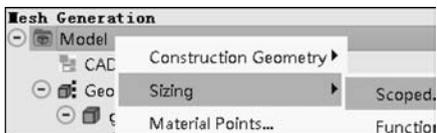

图 3.115 添加网格尺寸
(8) 如图 3.115 所示,右击 Model,选择 Sizing 中的 Scoped,此时会显示网格尺寸设置对话框,该对话框用于设置面网格的全局和局部尺寸。其中上方用于设置全局尺寸,如图 3.116 所示,设置最大尺寸、最小尺寸及变化率后单击 Apply 按钮即可生效。